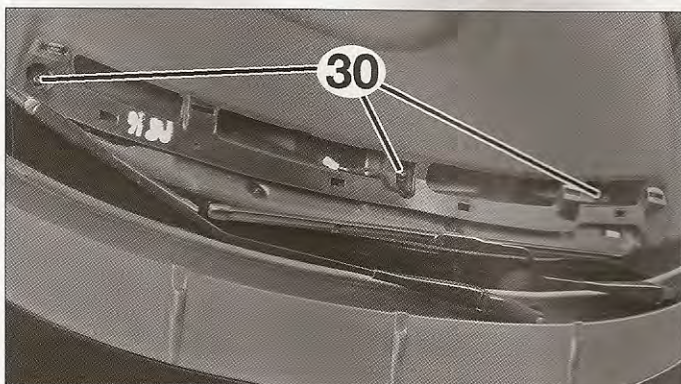

FIG. 37
- Desmontar los tornillos de fijación (30) del salpicadero en la parte superior (fig. 37).